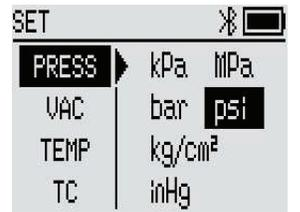

Imagen 9 - Interfaz de configuraciones
1. **Acceder las configuraciones:** mantenga presionada la tecla [MODE], para acceder al menú de configuración (Imagen 9).